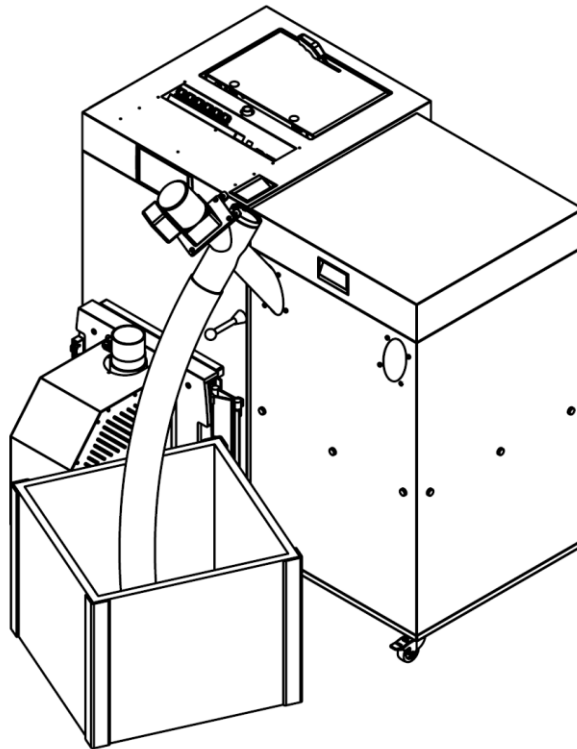

Abb. 17. Überschütten des Brennstoffs vom Förderer in den Behälter.
1. Vor der Inbetriebsetzung des Kessels ist die Schnecke im Förderrohr des Pelletbehälters (Pos. 18 in Abb. 1) mit Brennstoff zu füllen. Zu diesem Zweck ist das flexible Fallrohr des Förderers (Pos. 16 in Abb. 1) zu trennen und z.B. in einem Eimer, Kasten etc. zu sichern, um ein Verschütten des Brennstoffs zu vermeiden (Abb. 17). Anschließend ist das Versorgungskabel des Getriebemotors des Schneckenförderers von der Anschlussleiste des Kessels abzustecken und mit Hilfe des mitgelieferten Verlängerungskabels an das Stromnetz anzuschließen. Der so direkt angeschlossene Getriebemotor soll so lange in Betrieb bleiben, bis das Förderrohr vollständig mit Brennstoff gefüllt ist, was etwa 12 Minuten andauert. Sobald nach dieser Zeit Pellets in den Eimer überschüttet werden (Abb. 17), ist der Getriebemotor auszuschalten und das Versorgungskabel wieder mit der Anschlussleiste auf dem Kesseldeckel zu verbinden. Danach kann das Wellenrohr wieder am stählenden Förderrohr befestigt werden (Pos. 19 in Abb. 1).